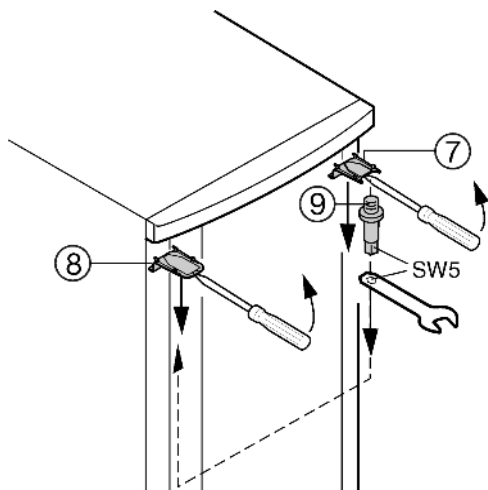

Fig. 5
- ▶ Верхнюю крышку *Fig. 5 (7)* и крышку *Fig. 5 (8)* с помощью отвертки выведите вперед из фиксатора и снимите, наклоняя вниз.
- ▶ Выкрутите опорный палец *Fig. 5 (9)* и вкрутите на противоположной стороне **с усилием мин. 4 Нм.** Используйте при этом внутренний шестигранник имеющегося в комплекте вильчатого ключа.
- ▶ Снова установите крышку *Fig. 5 (7)* на стороне опорного пальца: насадите сзади, защелкните спереди.
- ▶ Установите крышку *Fig. 5 (8)* на противоположной стороне: насадите сзади, защелкните спереди.
- ▶ Навесьте дверцу на опорный палец *Fig. 5 (9)* и закройте ее.